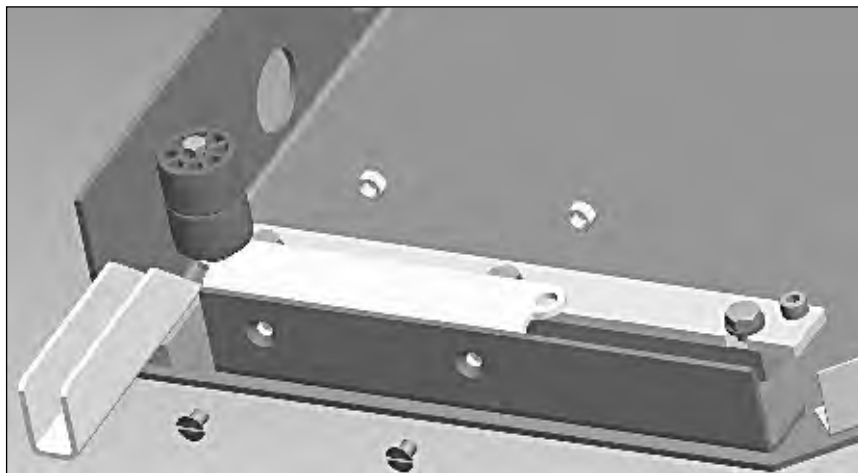

Рис.2.8 Установка направляющего ролика RGH/77.
- 2.4.** Закрепить к крышке направляющий ролик RGH/77 при помощи двух винтов M5x12 с потайной головкой и двух гаек (рис. 2.8.).